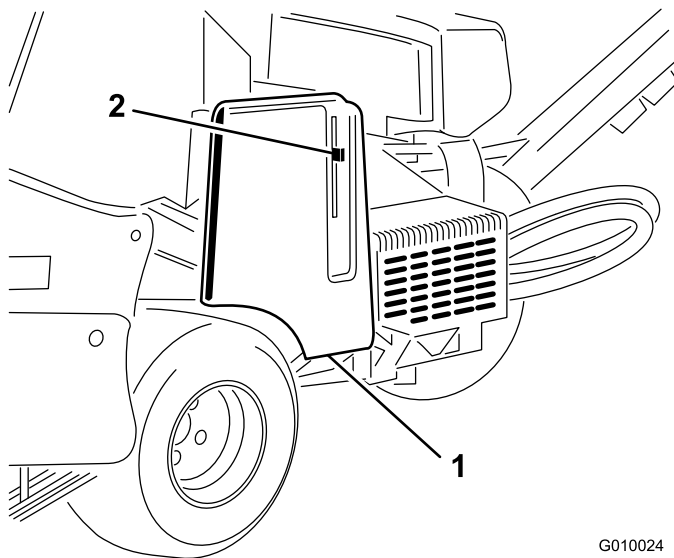
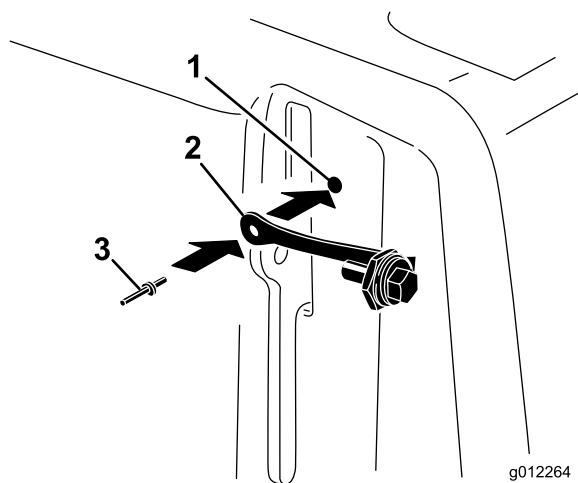

Рисунок 16
Рисунок 17
- Найдите отверстие в крышке ремня рядом с пазом для рычага фиксатора (Рисунок 16 и Рисунок 17).
- Закрепите строп в отверстии крышки ремня с помощью закладной заклепки (Рисунок 17).